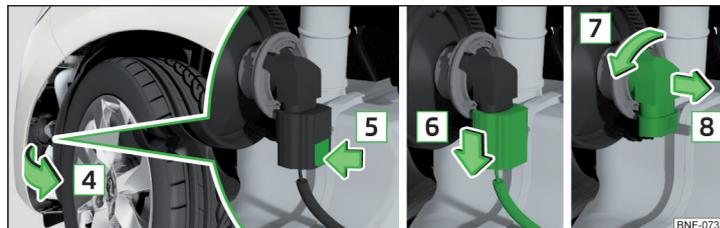

Fig. 145 Remplacez l'ampoule
- Ouvrez le revêtement du passage de roue dans le sens de la flèche **4** » fig. 145.